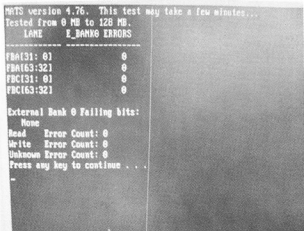

图 5-67 测试通过
(6) 仔细观察显存, 此脚没有虚焊, 轻压 GPU, 此脚数值马上变为 260。
(7) 确定 GPU 空焊, 加焊 GPU 后, 故障解决, 最后用 MATS 程序测试通过, 如图 5-67 所示。